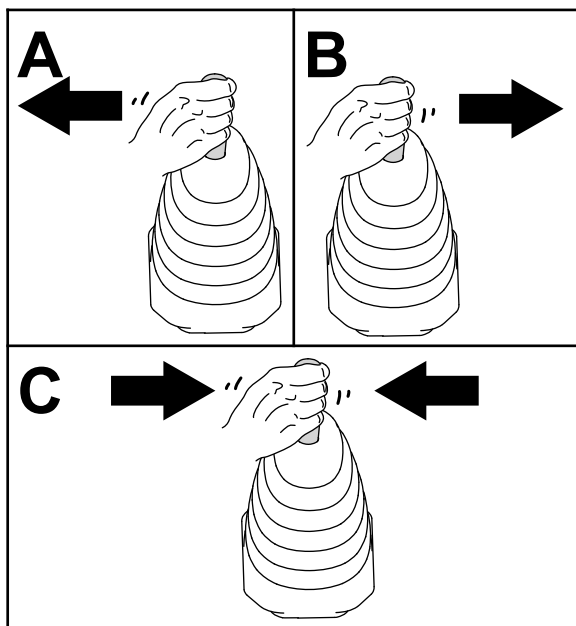

Figura 53
- Mueva el joystick de la pala cargadora a la izquierda, luego a la derecha, y luego otra vez a la posición de PUNTO MUERTO para aliviar la presión en los acoplamientos hidráulicos (Figura 53).